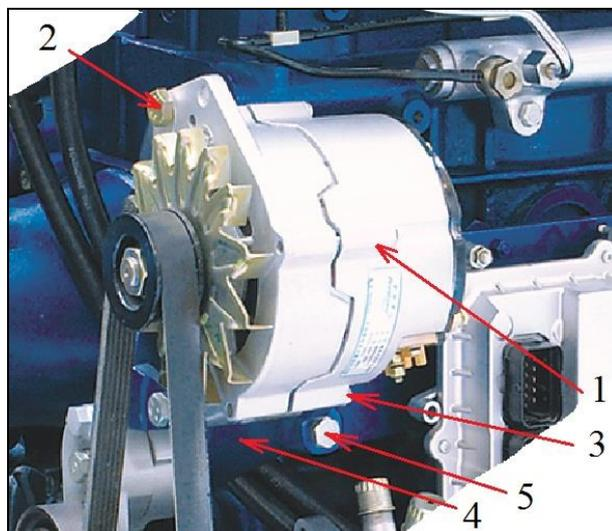

Рис. 11. Снятие генератора
2.8. Снятие генератора переменного тока (см. Рис. 11)